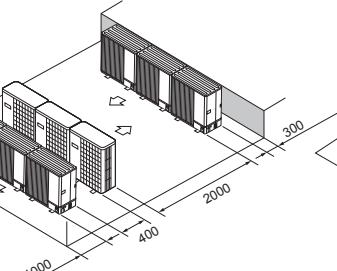

Fig. 2-20
- (6) Disposición en paralelo de varias unidades (Fig. 2-20)